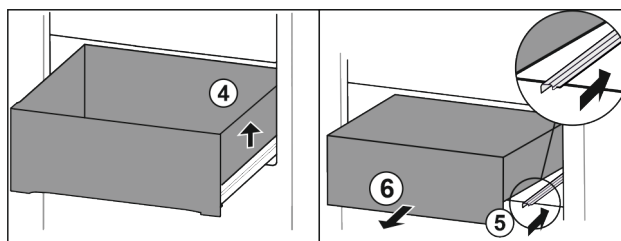

Fig. 69
- ▶ Dvignite predal desno. Fig. 69 (4)
- ▶ Vstavite desno vodilo. Fig. 69 (5)
- ▶ Predal vzemite ven v smeri naprej. Fig. 69 (6)